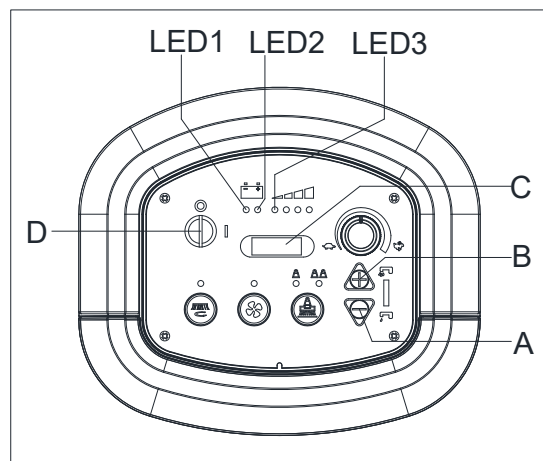

Figura 4.2
1. Pulse ambos botones (A, Figura. 4.2) y (B) a la vez, Inserte la llave de encendido (D) y arranque, tras 0.5 segundos, inserte modo de ajuste de batería. LED encendido durante el ajuste (C), Suelte los botones.
2. El modo se puede cambiar de 0 a 5 pulsando el botón by (B), o cambiar de 5 a 0 pulsando el botón (A). Tras configurar el modo de batería, apague (D) y el nuevo ajuste de modo de batería puede guardarse automáticamente.